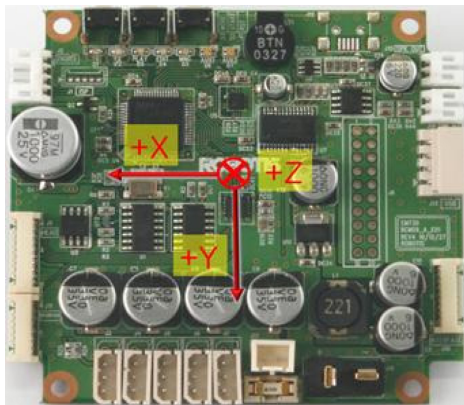

Figure 1.5-14 : Axes de l'accéléromètre dans le contrôleur secondaire
- ✓ la gravité « **niveau zéro-g** » : C'est l'accélération mesurée lorsque l'accéléromètre n'est soumis à aucun mouvement. En général, on mesure 0g sur les axes X et Y, et 1g sur l'axe Z. Mais tout dépend de la position du circuit (voir Figure 1.5-14 et Figure 1.5-15).